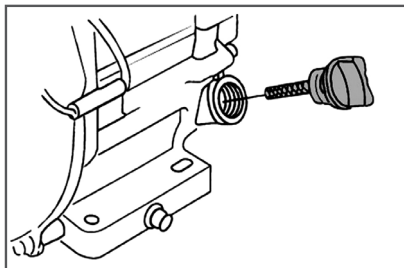

Рис. 6 Крышка-щуп маслозаливной горловины
2. Открутите крышку-щуп маслозаливной горловины и извлеките щуп (Рис. 6).
2. Выкрутите крышку-щуп маслосливной горловины и извлеките щуп (Рис. 6).